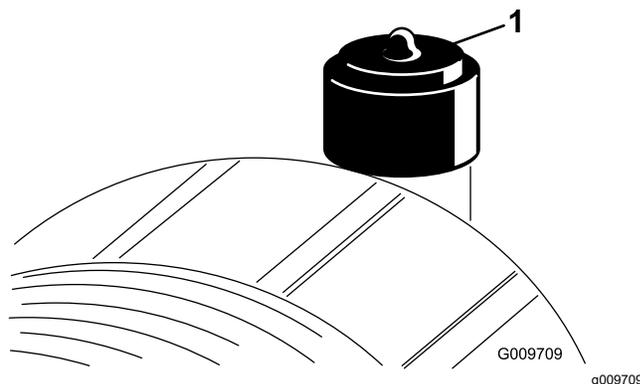

Рисунок 55
Элемент воздухоочистителя следует обслуживать только при соответствующем показании индикатора засорения (Рисунок 55). Более частая замена элемента воздухоочистителя (без необходимости) ведет лишь к повышению вероятности попадания грязи в двигатель при снятии элемента.
- Сбросьте индикатор засорения (Рисунок 55), если он стал красным.